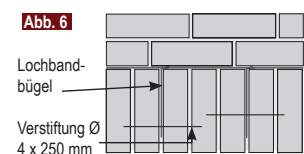

Abb. 6
- Als zusätzliche Sicherung der Roll- oder Grenadierschicht ist bauseits eine Verstiftung mit Rundstäben 4 mm x 250 mm vorzunehmen (siehe Abb. 6).